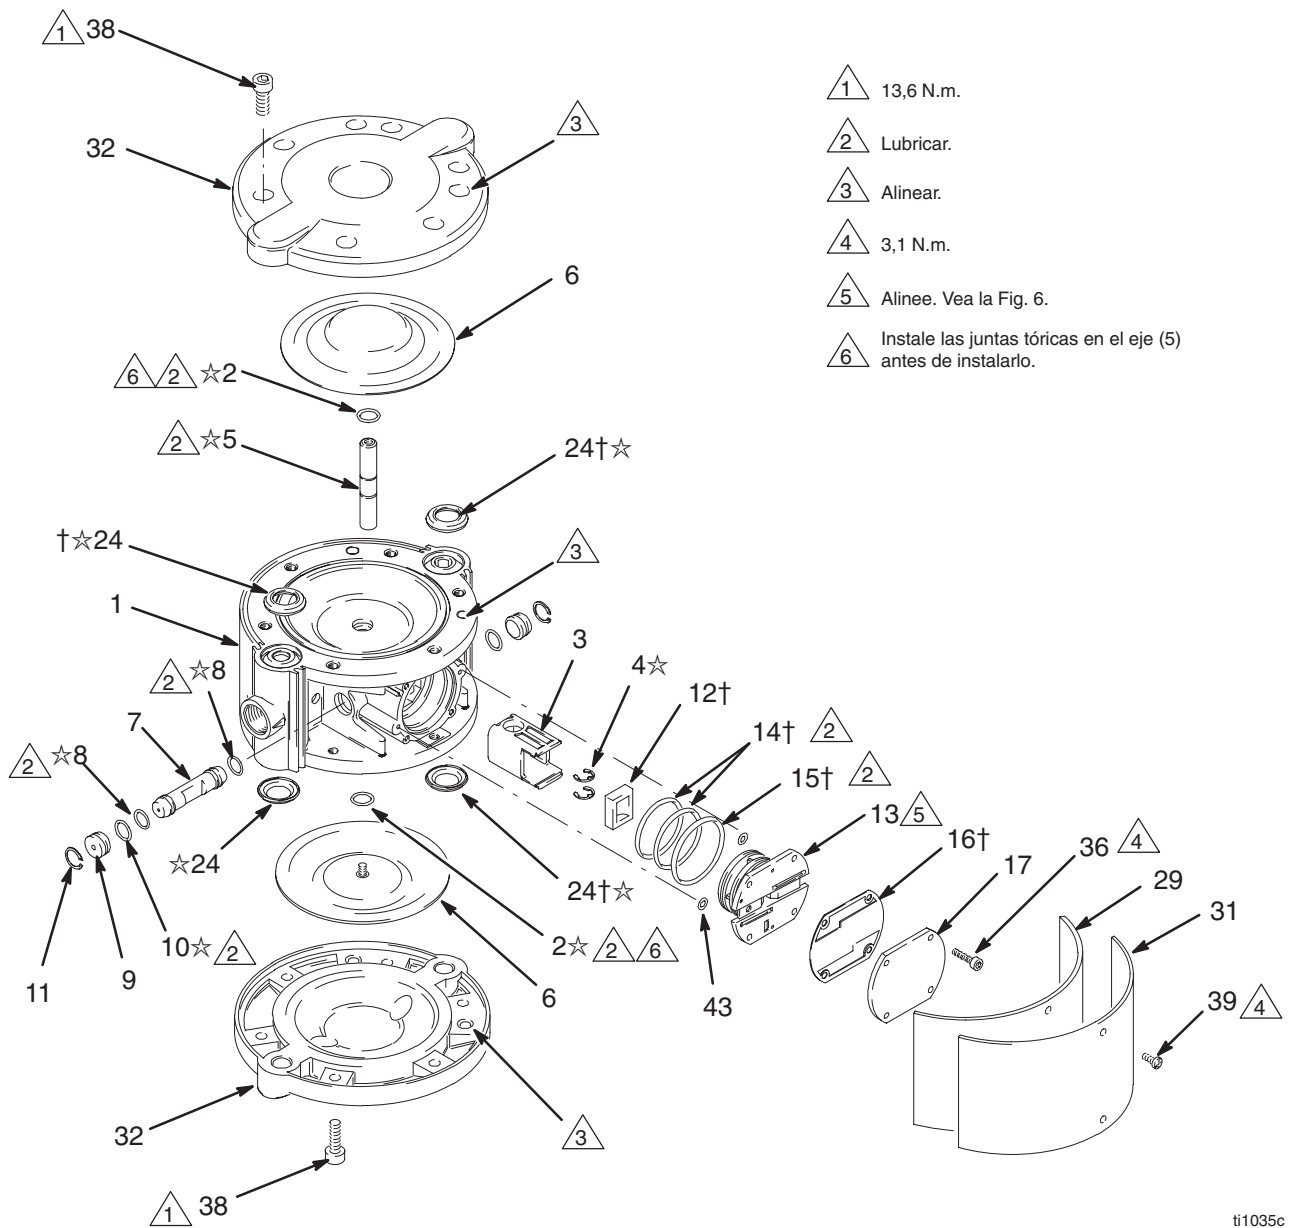

Fig. 8
1. Retire las tapas de fluido. Vea la página 14. Retire la tapa lateral (31) y el amortiguador de fieltro (29).
3. Desmonte las membranas (6). Vea la página 17.
4. Retire los anillos de retención (4☆) del eje (5). Vea la Fig. 8.
5. Deslice el eje (5) fuera del alojamiento central (1). Retire el carro de la válvula (3) del alojamiento.
6. Saque las juntas tóricas (2) del eje (5).